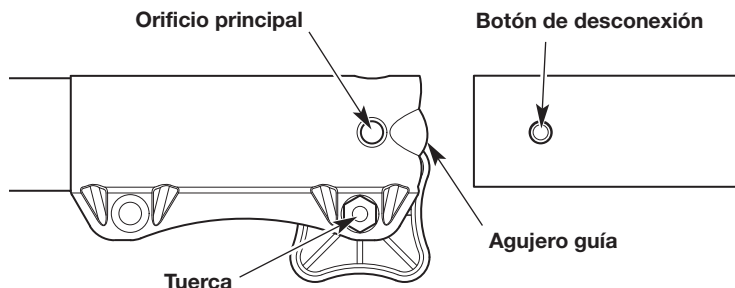

Fig. 4
4. Alinee el botón de liberación con el embutimiento de la guía (Fig. 4).
5. Presione el accesorio directamente dentro del acoplador hasta que el botón de liberación encaje a presión firmemente del orificio principal (Fig. 4).
**NOTA:** No ajuste demasiado la tuerca (Fig. 4).
3. Oprima y mantenga apretado el botón de liberación (Fig. 4).